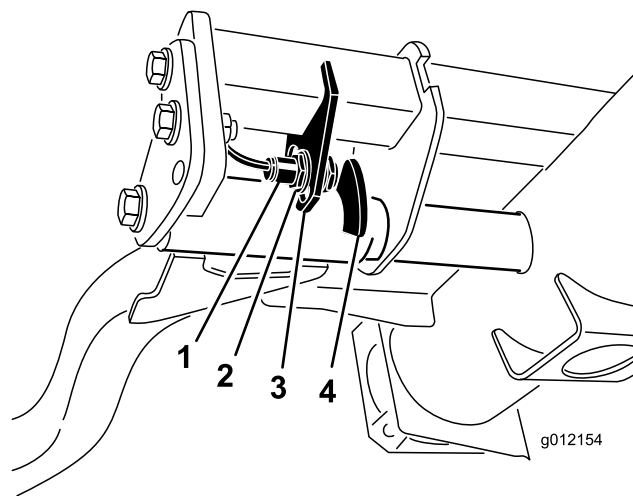

Рисунок 54
2. Переключатель подъемного рычага расположен под гидравлическим баком позади переднего правого подъемного рычага (Рисунок 54).
3. Ослабьте крепежные винты переключателя (Рисунок 54) и переместите переключатель вниз, чтобы увеличить высоту поворота подъемного рычага, или переместите переключатель вверх, чтобы уменьшить высоту поворота подъемного рычага. Затяните крепежные винты.